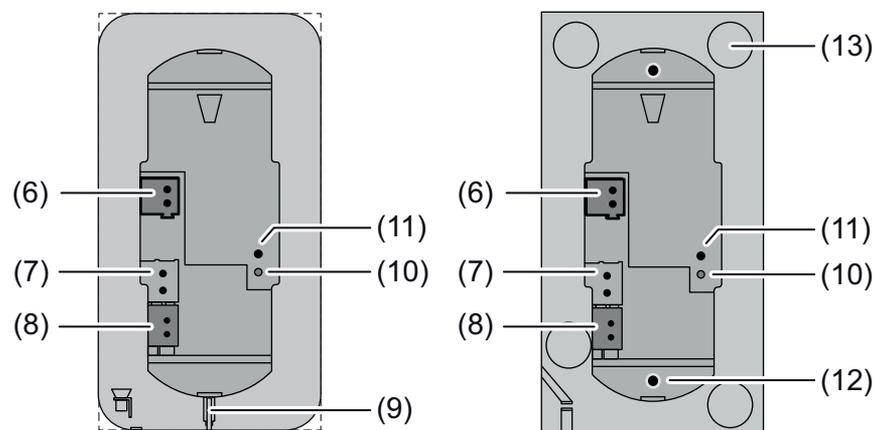

Bild 2: Geräteaufbau Rückseite
- Die Klebeplätze für die Haftpunkte auf der Rückseite des Glas-Sensors (13) von Verunreinigungen befreien (Bild 2).